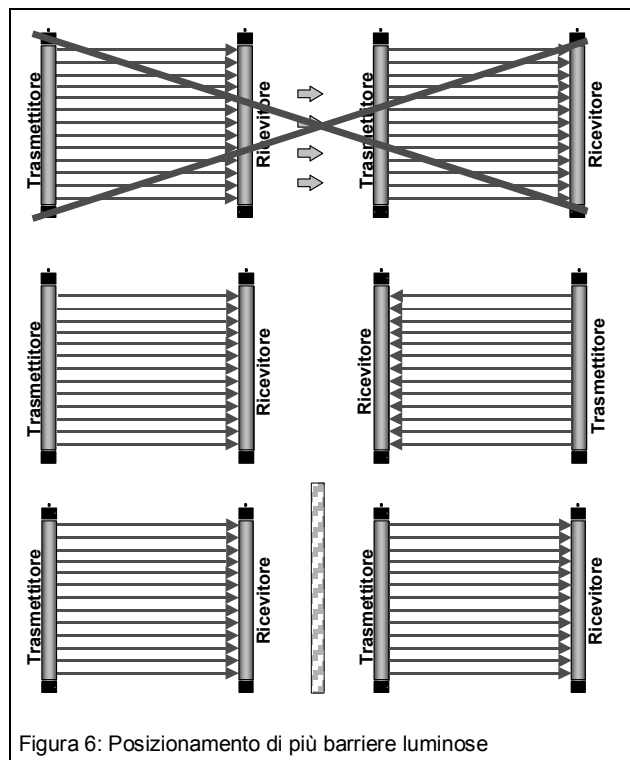

Figura 6: Posizionamento di più barriere luminose
- ☑ in caso di utilizzo di più barriere luminose una vicino all'altra, la luce di emissione non giunga al ricevitore di un altro sistema. In alcune circostanze è possibile che le barriere luminose si influenzino a vicenda; pertanto, negli ascensori dotati di porta montacarichi, le barre di trasmissione e ricezione di entrambi gli accessi devono essere posizionate in modo alternato (figura 6).
Dopo l'alimentazione della tensione, il LED "Power" sul dispositivo di comando deve illuminarsi subito e rimanere acceso. Sul dispositivo di comando i LED "AlarmR" e "AlarmT", per segnalare l'auto-test in corso, lampeggiano alternativamente per ca. 10 secondi con 1 Hz (figura 6). In seguito, i due LED restano accesi per ca. 2 secondi. In questo intervallo di tempo la barriera luminosa effettua l'autocalibratura. Dopo questa operazione, i due LED "Allarme T" e "Allarme R" si spengono.